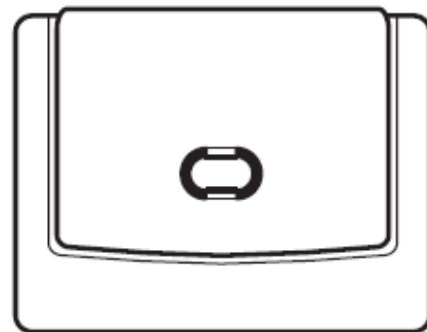

Fig. 11: Parte frontal de receptor
7. Fijar en la pared esta parte posterior del receptor con los accesorios suministrados y volver a unir la con la parte frontal, asegurándose su correcta orientación. Ver Fig. 11.